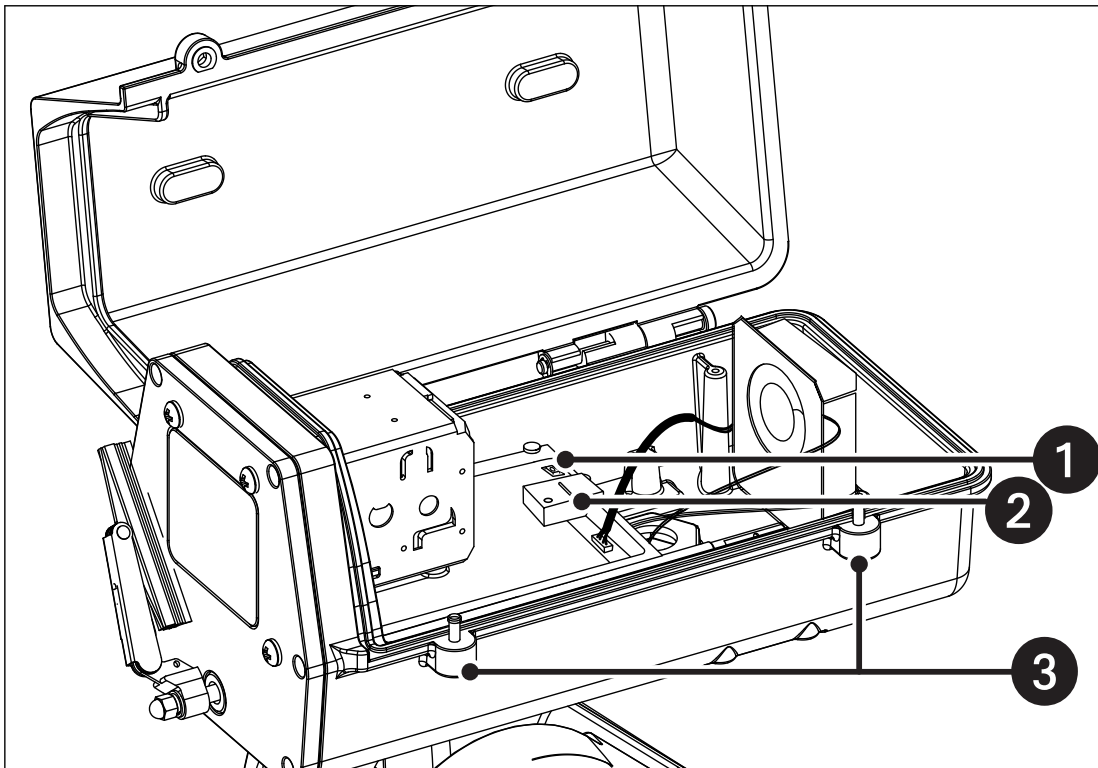

图11. SD 卡安装
1. 使用 5/32 英寸六角扳手（未随附）拧下摄像机防护罩上的两个螺钉（见图 11 中的 # 3）以打开盖子。
2. 将 SD 卡插入摄像机背部（见图 11 中的 #2）的连接器中或将其从中取出（**注意：**根据面板上的标签辨识 SD 卡的方向。）。